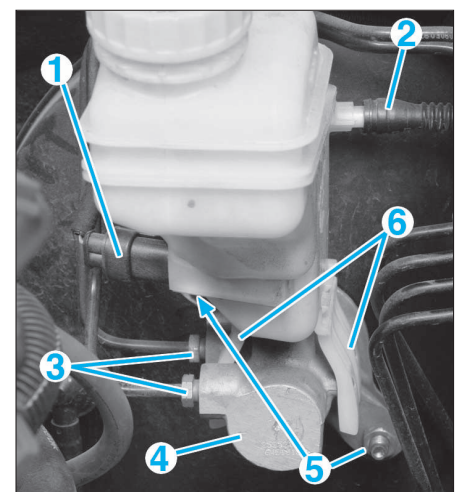

FIG. 12
- le contacteur de niveau mini (1) de liquide de frein (Fig.12).
- le tuyau d'alimentation (2) du maître cylindre d'embrayage.
- les canalisations de frein (3) du maître cylindre de frein (4).
- Déposer les 2 écrous de fixation (5) du maître cylindre de frein (4).